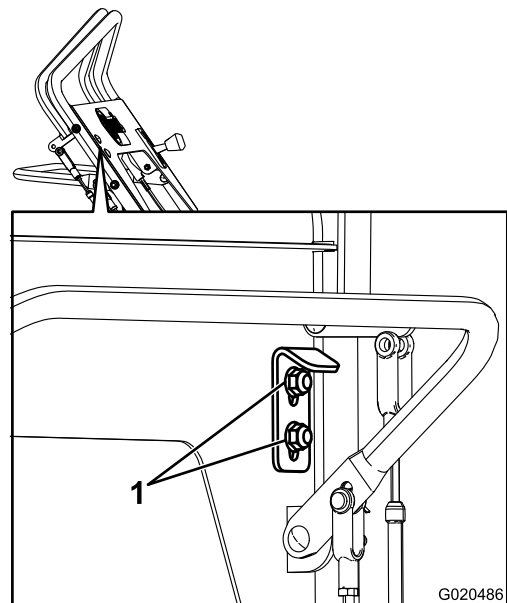

Bild 32
- Lösen Sie die zwei Muttern am Anschlag für die Rückwärtsgeschwindigkeit (Bild 32).
- Verschieben Sie den Anschlag nach unten bis zur Mitte oder etwas mehr, ziehen Sie die zwei Muttern an (Bild 32).